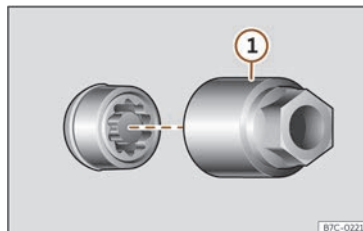

Abb. 247 Diebstahlhemmende Radschraube mit Abdeckkappe und Adapter.
- Setzen Sie den Spezialadapter >>> (Abb. 247) ① (Bordwerkzeug >>> S. 352) bis zum Anschlag in die diebstahlhemmende Radschraube ein.